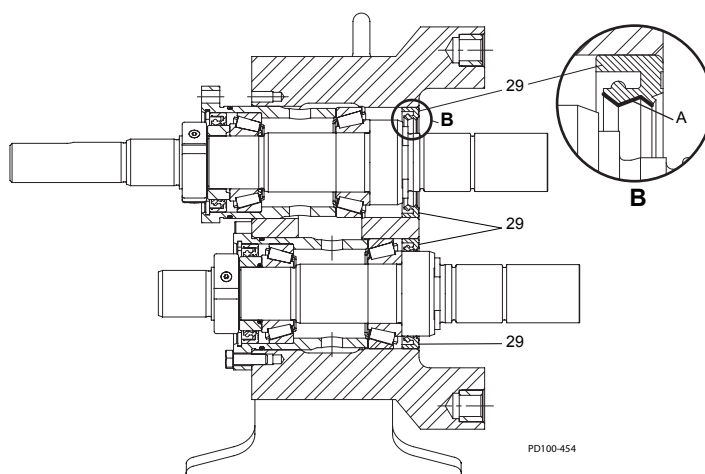
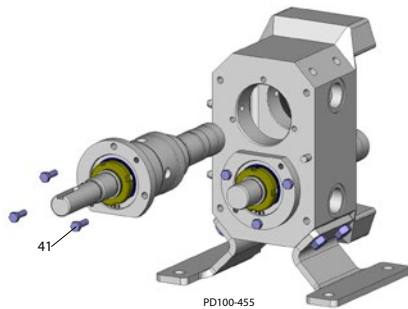

Abb. 48 - Lagerfett auftragen
Abb. 49 - Mit Kopfschrauben sichern
1. Siehe Abb. 48. Tragen Sie auf den Innendurchmesser (Pos. A) der Dichtlippen der vorderen Dichtringen (Pos. 29) Lagerfett auf.
2. Montieren Sie die Wellenbaugruppen im Getriebegehäuse und befestigen Sie diese mit Kopfschrauben (Abb. 49, Einzelheit 41). Tragen Sie einen dünnen Film Lagerfett in den Bohrungen und auf die Lageraußenringe auf, um die Montage zu erleichtern. Seien Sie während der Montage vorsichtig, um die Dichtlippen (Abb. 48, Einzelheit 29) nicht zu beschädigen.